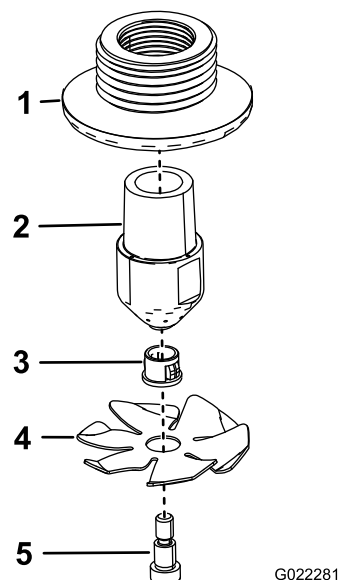

Figure 7
1. Assemblez les 2 buses de rinçage comme montré à la Figure 7.